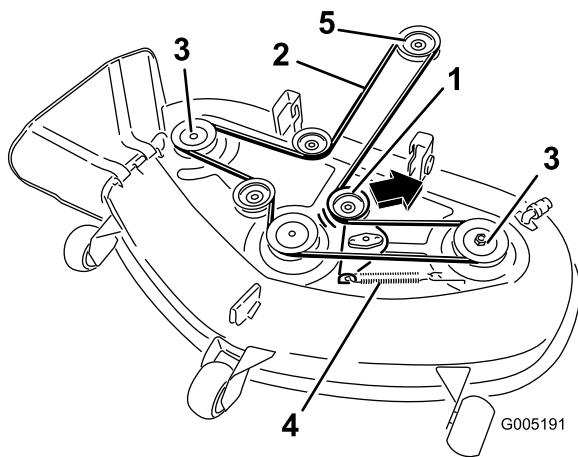

Figura 59
5. Tire de la polea tensora en el sentido que muestra la Figura 59 y retire la correa de las poleas.